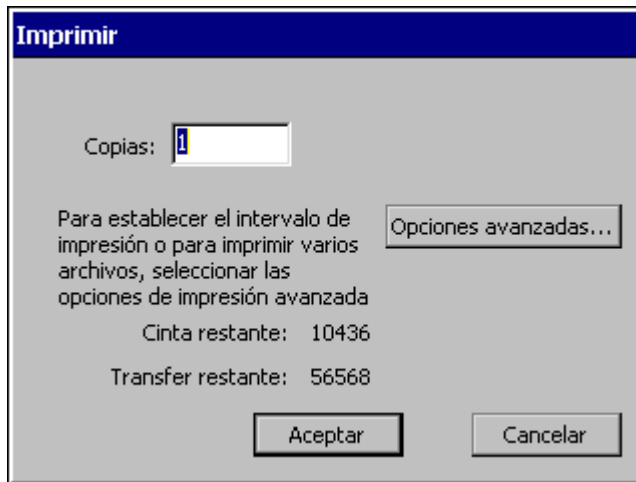

Figura 11-3. Pantalla Imprimir
1. Con la etiqueta que desea cambiar en la ventana **Editor**, presione **Imprimir**. Aparecerá la pantalla **Imprimir**, (Figura 11-3).
1. Cuando complete el juego de etiquetas (consulte el apartado **Creación de juegos de etiquetas** en la página 6-21), seleccione <Imprimir>. Aparece la ventana **Imprimir**, como se muestra en la Figura 11-3.
1. Cuando complete el juego de etiquetas (consulte el apartado **Creación de juegos de etiquetas** en la página 6-21) o haya abierto un archivo que contenga un juego de etiquetas, seleccione **Imprimir**. Aparece la ventana **Imprimir**, como se muestra en la Figura 11-3.
4. Seleccione **Aceptar**. Aparecerá de nuevo la pantalla **Imprimir**, Figura 11-3).
1. Mostrando cualquier archivo del grupo que desea imprimir en la ventana **Editor**, presione **Imprimir**. Aparecerá la pantalla **Imprimir** (Figura 11-3).
5. Seleccione **Aceptar**. Aparecerá la pantalla **Imprimir** (Figura 11-3).
4. Seleccione **Aceptar**. Regresará a la pantalla **Imprimir** (Figura 11-3).